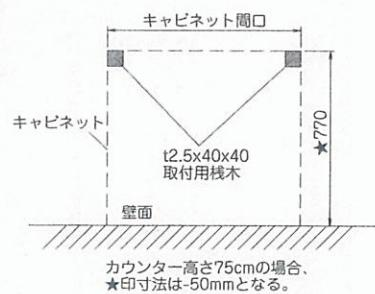

図7-2
- ③すべての引出を取りはずしてください。(P5参照)
- ④所定の位置にスペーサー（別途手配）を取付けてください。(図7-2)